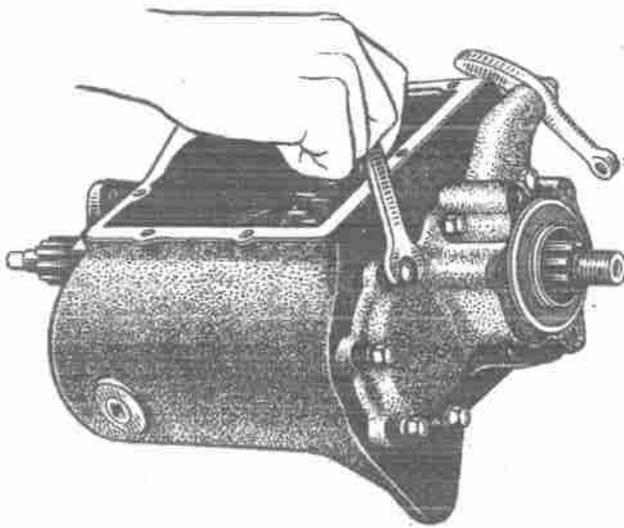

Bild 110. Einbauen des Deckels für die hinteren Wechseltriebelager des Kraftwagens VAS-451M und seiner Modifikationen
20. Zusammengebauten Deckel für hintere Lager mit acht Schrauben und Federringen am Gehäuse befestigen (Bild 110).